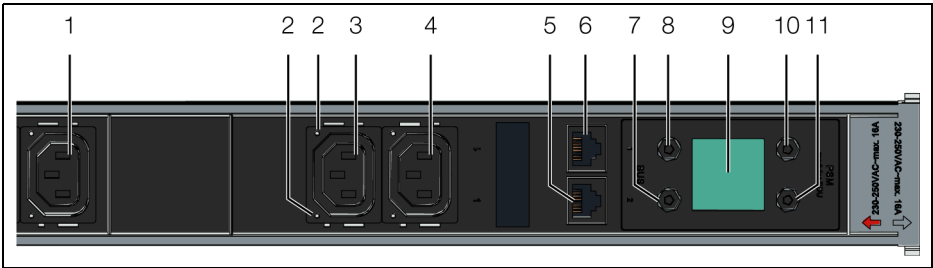

Fig. 5 : Organes de commande et de signalisation
Les organes de commande et de signalisation sont présentés à la fig. 5. La direction d'affichage à l'écran ainsi que l'attribution des quatre touches à côté de l'écran s'orientent en fonction de la direction de montage du module de mesure PSM. Dans la légende de la fig. 5, l'attribution des touches est présentée pour un montage où les prises du module de mesure PSM se situent en-dessous de l'écran. L'attribution des touches 6 et 7 ainsi que 9 et 10 est modifiée en conséquence selon l'orientation du rail de distribution PSM. L'attribution effective des touches est affichée à l'écran.
La numérotation des différentes prises du module de mesure **n'est pas** modifiée en fonction de la direction de montage. La prise N° 1 est toujours la prise qui se trouve directement en-dessous ou au-dessus de l'écran (fig. 5, pos. 3).
- Raccorder le module de mesure PSM à l'Unité Centrale CMC III ou aux éléments voisins au sein du réseau CAN-Bus via un câble de connexion CAN-Bus (fig. 5, pos. 4, 5).
- Raccorder d'autres modules de mesure PSM qui sont installés dans le même rail de distribution PSM, p. ex. via le câble de connexion CAN-Bus inclus à la livraison (fig. 5, pos. 4, 5).